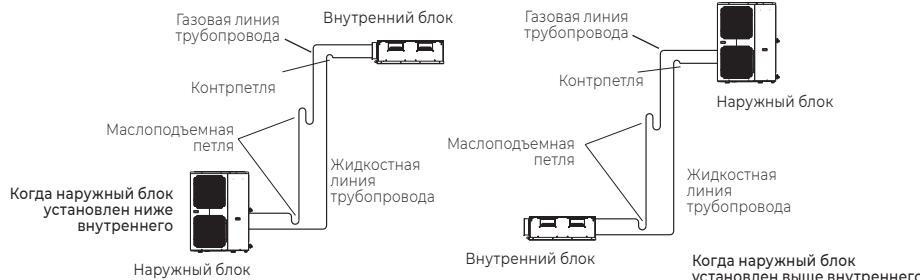

Рис. 1 (приведен только для ознакомления)
- В случае если перепад по высоте между внутренним и наружным блоком менее 5 м, необходимо установка маслоподъемных петель на газовой линии трубопровода в самой нижней точке вертикального участка газовой линии трубопровода (см. рис. 1);
• В случае если перепад по высоте между внутренним и наружным блоком более 5 м, необходимо установка маслоподъемной петли на газовой линии трубопровода через каждые 5 м, а также необходима установка контрретели на жидкостной линии трубопровода в высшей точке вертикального участка (см. рис. 1).